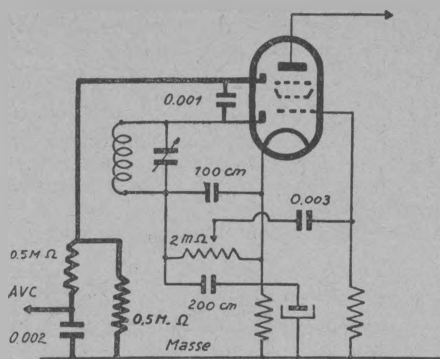

Fig. 35. — A. V. C. retardé sur double diode-triode ou pentode.
c) *Détection par double diode-triode ou pentode*. — Nous pouvons nous permettre de faire un A. V. C. retardé, c'est-à-dire n'agissant pas sur les signaux faibles qui conservent toute leur énergie. C'est en somme le même schéma que le précédent, à cette différence près que les fonctions des deux diodes sont séparées, comme dans la figure 35. On remarquera que la tension de polarisation de l'élément pentode est appliquée aussi à la diode, et la régulation se produit seulement quand le signal dépasse cette tension.